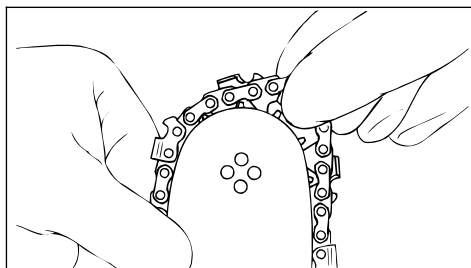

Рис. 35
- Установить пильную цепь, начиная с верхушки шины (рис. 35)